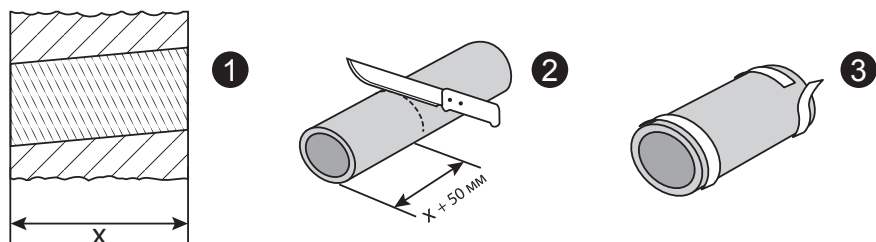

Рис.6. Подготовка тепло-шумоизоляционной трубы к установке в канал воздуховода.
4.6.11. Измерить глубину канала воздуховода в стене, используя рулетку. Подготовить тепло-шумоизоляционную трубу из вспененного полиэтилена длиной 50 мм + глубина канала воздуховода (рис. 6, изобр. 1,2). Использовать тепло-шумоизоляционные трубы марки ТИЛИТ Супер (либо аналог), с внешним диаметром 133 мм и толщиной стенки 20 мм.
Если требования не были выполнены (например, внешний диаметр трубы меньше заявленного производителем), то после извлечения трубы из канала воздуховода необходимо отступить от каждого из концов трубки по 30 мм и наклеить в этом месте уплотнитель EPDM 2x20 на самоклеющейся основе (рис. 6, изобр. 3).